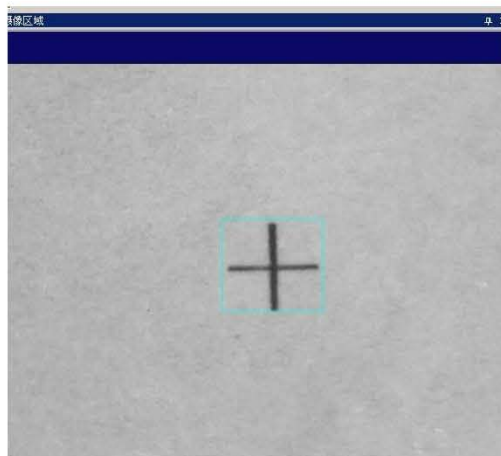

Fig. 4-15
- C. Arraste a caixa retangular para cobrir o ponto de marcação, como na Fig. 4-15: